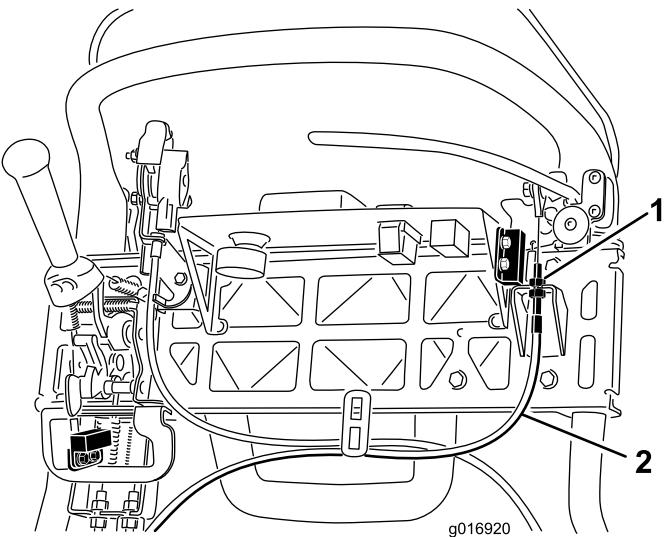

Figura 41
3. Para aumentar a tensão do cabo, desaperte a porca de bloqueio do cabo dianteiro e aperte a porca de bloqueio do cabo traseiro (Figura 41) até que seja obtida uma força de 156 N, de maneira a que se possa engatar o travão, é necessário para soltar o bloqueio do travão de parqueamento. Não ajuste demasiado ou poderá prender o travão de parqueamento.